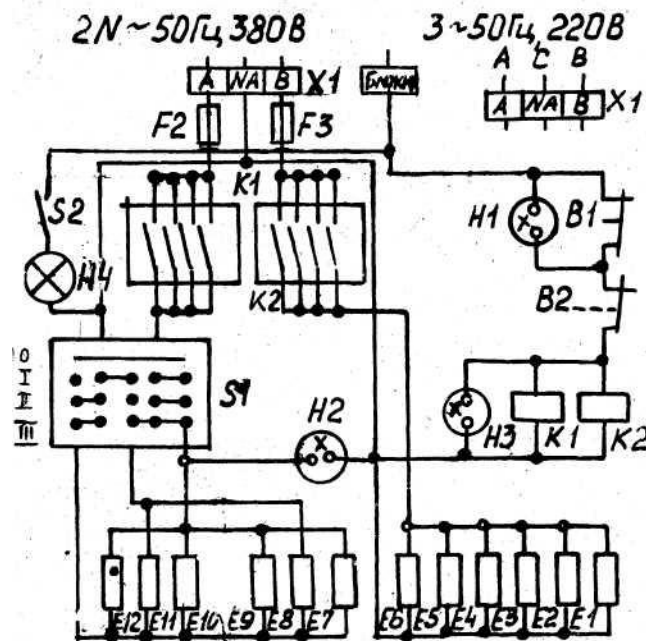

Рис.4
Принципиальная электрическая схема шкафа хлебопекарного 2 приведена на рис.4.
**ПОМНИТЕ!** С завода-изготовителя шкафы хлебопекарные поступают для включения в сеть 2N~50 Гц, 380 В. При подключении к сети напряжением 3 ~ 50 Гц, 220 В на блоке зажимов Х1 нужно в соответствии с рис.4 подсоединить три провода сети (А, В, С).
**ВНИМАНИЕ!** Перед включением шкафа необходимо убедиться, что термоограничитель В1 находится в рабочем положении (см. рис. 4).